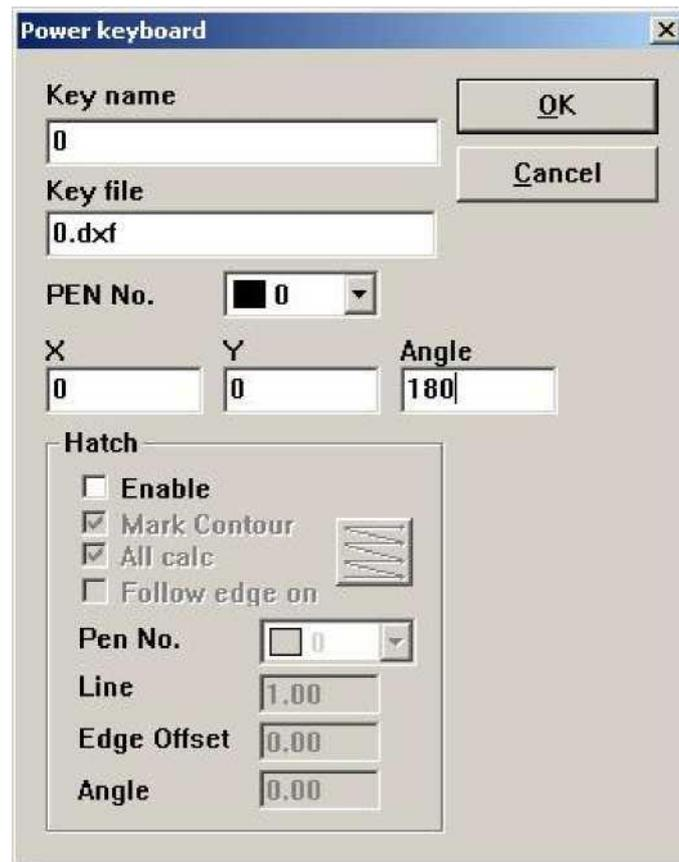

Figura 8-21
3. Haga clic en "Agregar" y luego en la ventana emergente del cuadro de diálogo que se muestra como Figura 8-21: